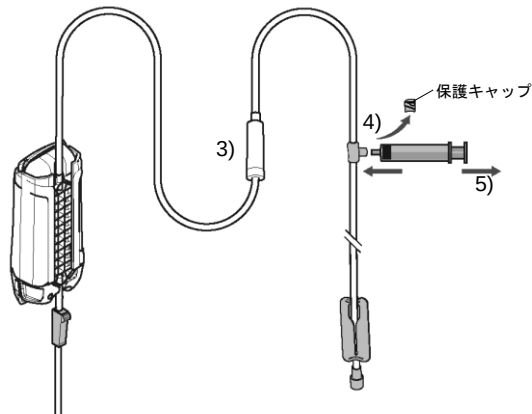

図4. シリンジによる空気抜き
チューブ内の空気を保護キャップ付Tコネクタ（メス）から取り除く方法（図4）
- 3) バブルトラップの機械側を下へ向ける。（図4）
- 4) 保護キャップ付 T コネクタ（メス）の保護キャップを外し、シリンジを接続する。（図4）
- 5) シリンジの押子を引き、回路内の空気を取り除く。（図4）